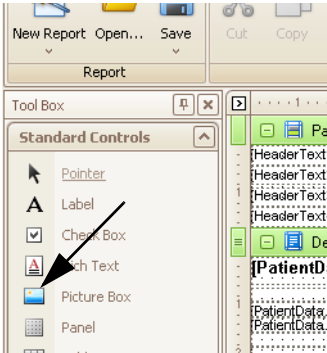

Abb. 12-4 Softkey Picture Box
- Wählen Sie **Picture Box** (Abb. 12-4).